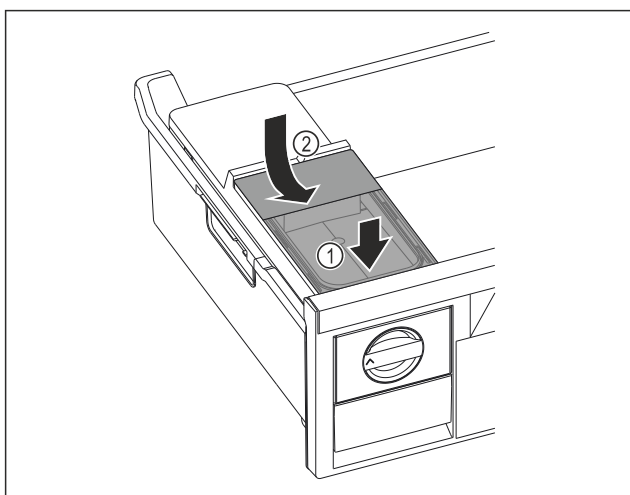

Fig. 101
- ▶ Placera vattenbehållaren fram till. Fig. 101 (1)
- ▶ Sänk ned vattenbehållarens baksida. Fig. 101 (2)